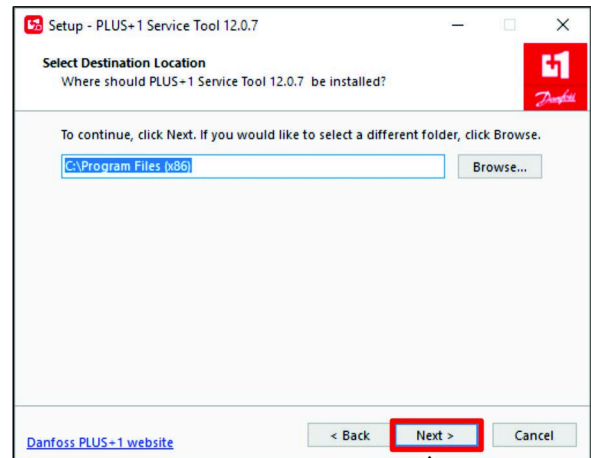

図 23
- 宛先の場所の選択ダイアログ ボックスで、次へボタン (図 23) をクリックする。